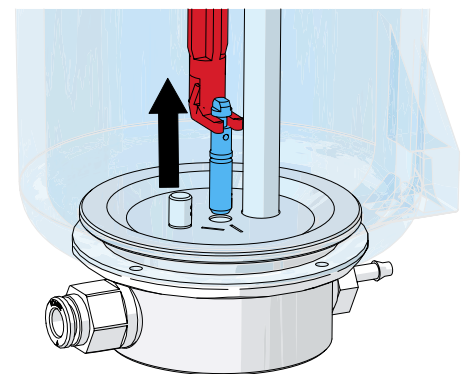

Fig. 12
- ⇒ Tomar la boquilla dosificadora con la herramienta y tirar de ella hacia arriba (Fig. 12).